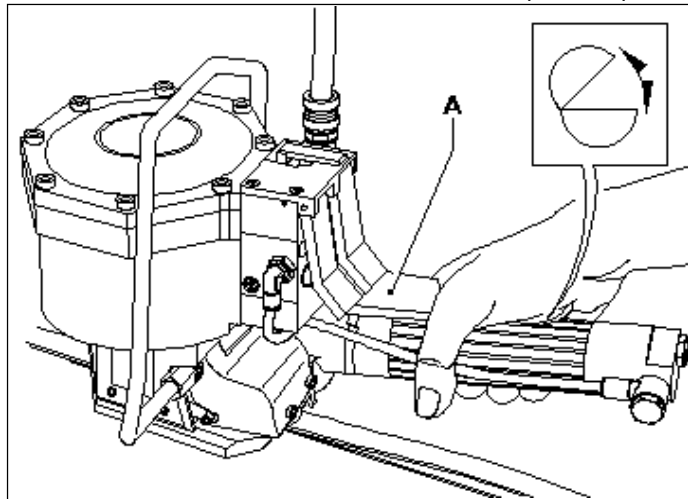

FIG. 4
- Premere la leva (A) per aprire la macchina e inserire le due regge (fig.4)
- Squeeze the air motor and lever (A) together to open the tool and pass both straps together into the tool release lever (A) and the strap guide will lower and hold the straps parallel in the tool (Fig.4).
- Appuyer sur le levier (A) pour ouvrir l'appareil et introduire les deux feuillards, l'un sur l'autre, dans la coulisse (fig. 4).